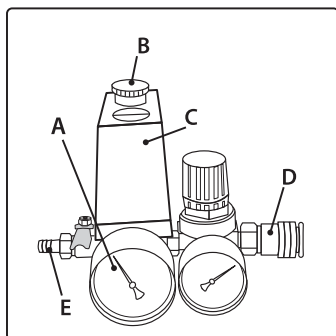

рис. 11
Компрессор работает полностью автоматически при помощи реле давления (C) (рис. 11), останавливающего двигатель по достижении максимального давления и запускающего компрессор при падении давления до минимального установленного уровня (на 2 бара меньше максимального рабочего давления).
Подключение пневматического инструмента к компрессору осуществляется с помощью выходного быстросъемного штуцера (D) или штуцера «елка» (E) (рис. 11).